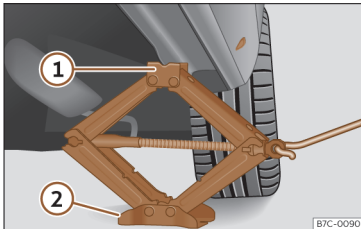

Fig. 43 Traversa: poziționarea cricului pe automobil.
- Rotiți manivela cricului, amplasată sub punctul de ridicare pe cric, pentru a ridica până când canelura ① >>> fig. 43 ajunge sub punctul special prevăzut.
- Liniati cricul astfel încât suportul ① să se „prindă” de carcasa prevăzută pe traversă și placa de bază mobilă ② să se așeze pe sol. Placa de bază ② trebuie să fie pe verticală față de punctul de sprijin ①.